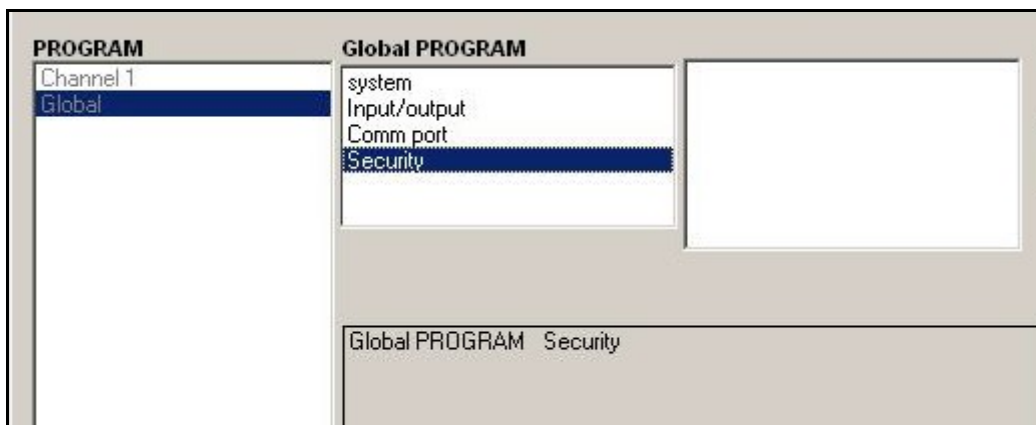

Figure 46: menu Global (Général) avec option Security (Sécurité) sélectionnée
1. Dans le menu d'édition du site (*Site Data Menu*), cliquez deux fois sur l'entrée Global (Général). Si le système n'est pas verrouillé, la fenêtre illustrée Figure 46 s'affiche. Dans le volet du milieu, cliquez deux fois sur l'option Security (Sécurité).